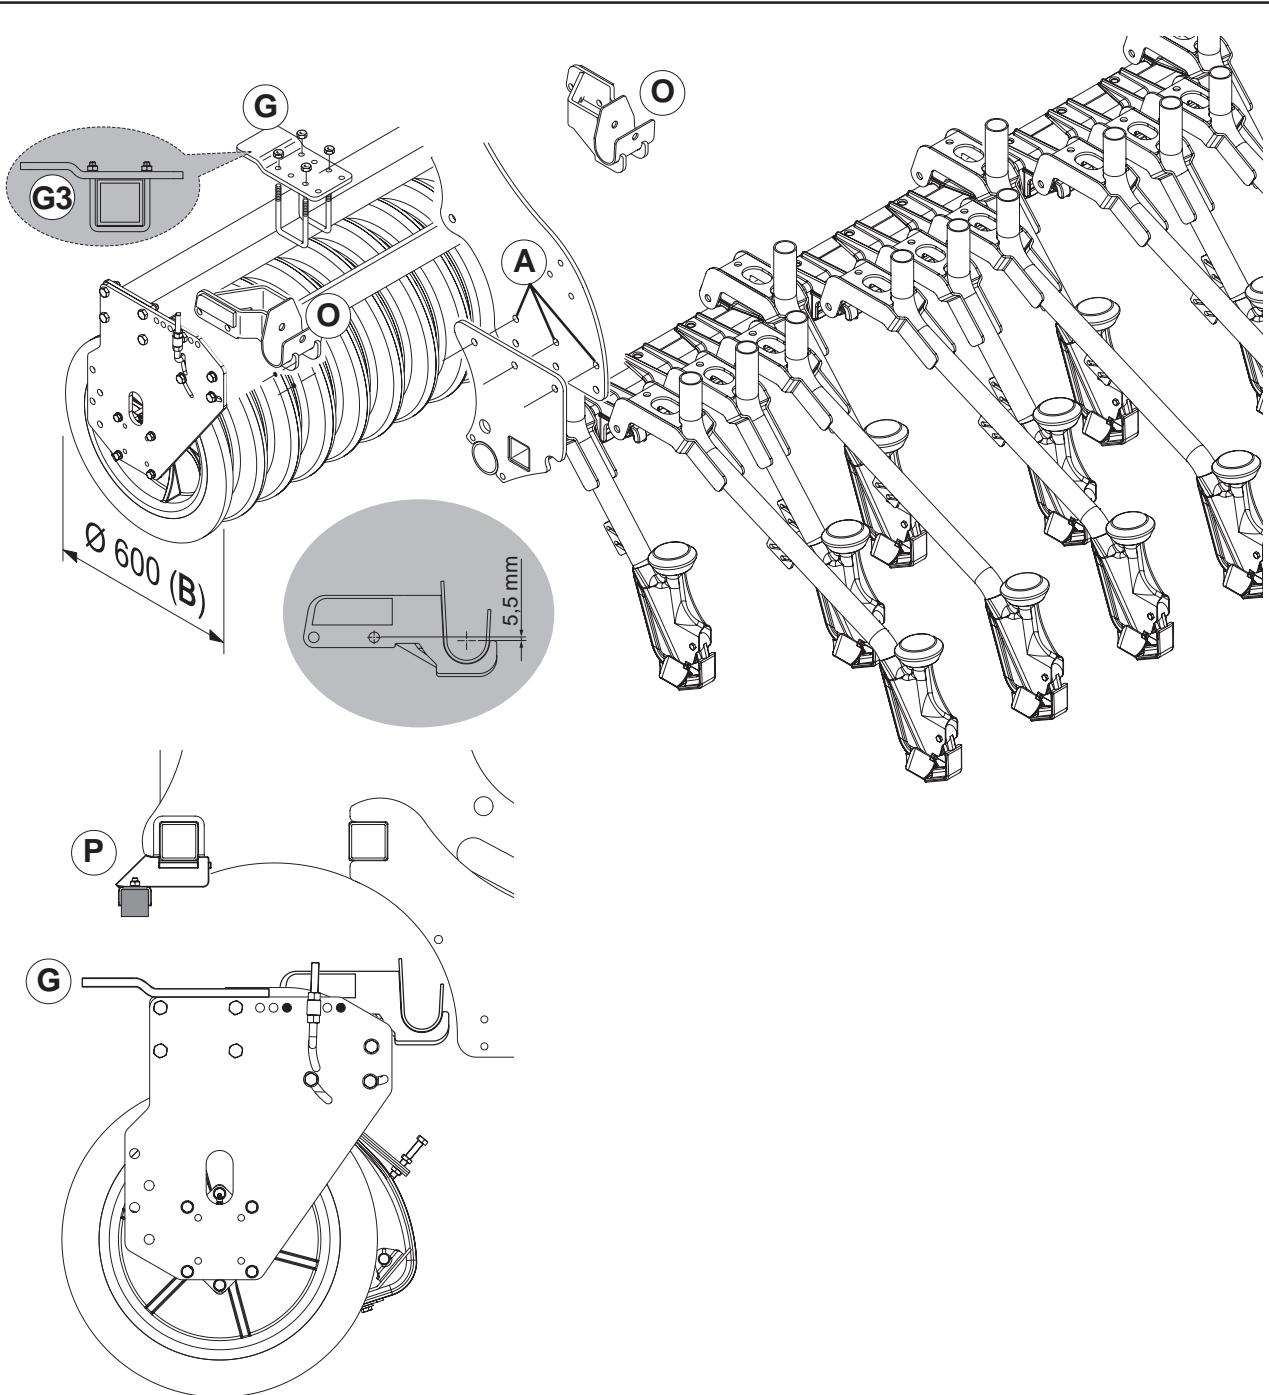

fig. 14
- Nr. 2 supporti (O, Abb. 14).
- Nr. 2 supporti (P, Abb. 14).
- 1) Stangenposition von sät (A, Abb. 14)
- die 2 Sämaschinehalterungen (O, Abb. 14) an den hinteren Walzenseitenwand der Drehegge aufstellen, wie gezeigt im Bild 14.
- die Sperrestifte der Ackerwalze wegnehmen (E, Abb 9) und in der Stellung (F) setzen. Mit verbundenen Ausrüstungen, die Handlung gestattet ein Gleichlauf im Sämaschine- und Ausrüstungswerk zu versichern.
- In der Korrespondenz der Unterstützungen (P, Fig. 14), Platten von Unterstützung (G) wie angezeigt in Bild 14 anbringen. Aufmerksamkeit die richtige Versammlung von der Platte Bild (G3).